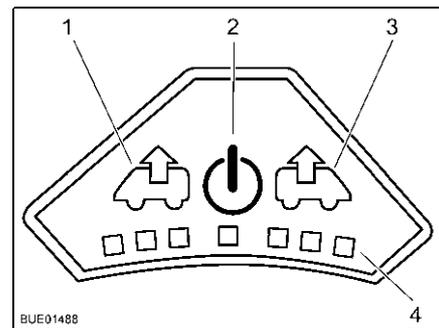

Fig. 72 Panneau de commande du ventilateur
**Mise en marche :** ■ Appuyer sur la touche Marche/Arrêt (Fig. 72,2). Le ventilateur fonction en mode confort (aération à faible vitesse de rotation).
- Pour augmenter la vitesse de rotation du ventilateur, appuyer sur la touche Ventiler (Fig. 72,1). La vitesse de rotation du ventilateur augmente d'un niveau de puissance dans le sens de l'échappement. Les DEL (Fig. 72,4) montrent les niveaux de puissance.
- Pour réduire la vitesse de rotation du ventilateur, appuyer sur la touche Aérer (Fig. 72,3). La vitesse de rotation du ventilateur diminue d'un niveau de puissance.
- Pour augmenter la vitesse de rotation du ventilateur, appuyer sur la touche Aérer (Fig. 72,3). La vitesse de rotation du ventilateur augmente d'un niveau de puissance dans le sens de l'aération. Les DEL (Fig. 72,4) montrent les niveaux de puissance.
- Pour réduire la vitesse de rotation du ventilateur, appuyer sur la touche Ventiler (Fig. 72,1). La vitesse de rotation du ventilateur diminue d'un niveau de puissance.
- Appuyer sur la touche Marche/Arrêt (Fig. 72,2). Le ventilateur s'arrête, les DEL s'éteignent.